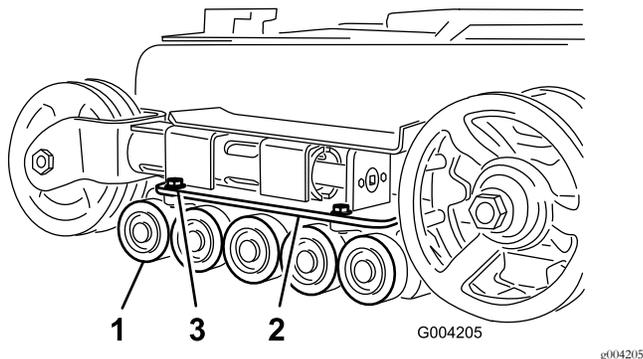

Figure 51
2. Retirez les 4 boulons de fixation de chaque guide-chaîne inférieur qui contient les galets de roulement, et déposez-les (Figure 51).